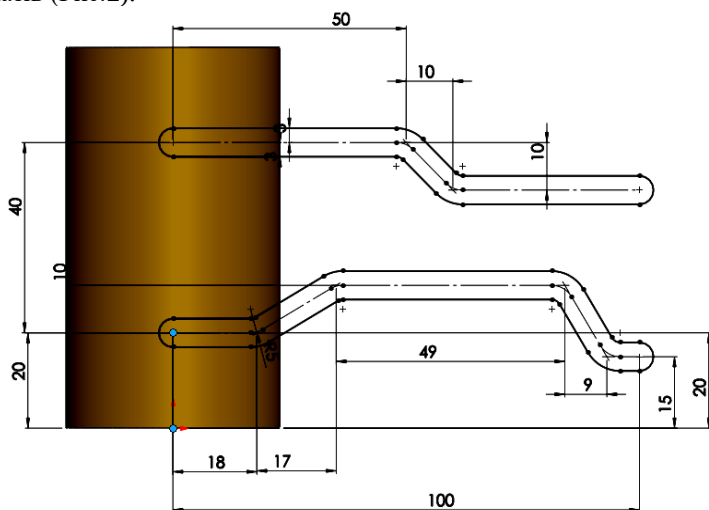

Рис.2. Побудова ескізу пазів
1. Створюємо ескіз перерізу циліндру за креслеником на площині *Зверху* і витягуємо його на 80мм. Вибираємо площину *Спереду* і будуємо ескіз пазів (Рис.2).